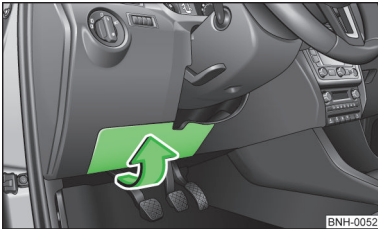

Abb. 163
- Die Kunststoffklammer aus der Halterung in der Abdeckung des Sicherungskastens » Abb. 163 auf Seite 196 nehmen, diese auf die jeweilige Sicherung stecken und diese herausziehen.
- > Die Abdeckung in Pfeilrichtung abziehen > Abb. 163.